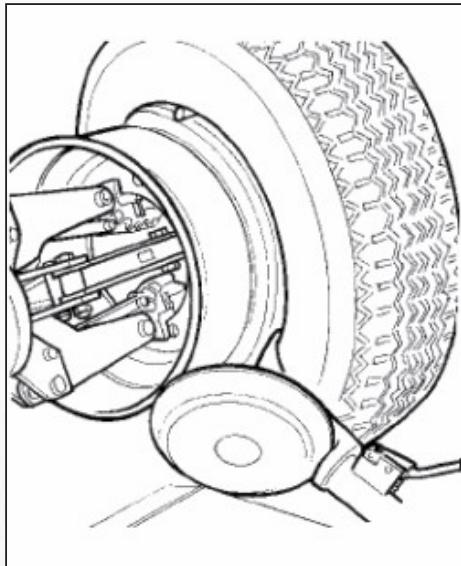

Рисунок 21
4) Перемещайте съемный рычаг вперед, пока красная точка не будет на одной линии с внешним краем диска на расстоянии 5 мм от него (см. рис.21). Установите переносной блок управления в рабочее положение «c».
9) Поверните рычаг на 180° при помощи рукоятки (см. рис.21).